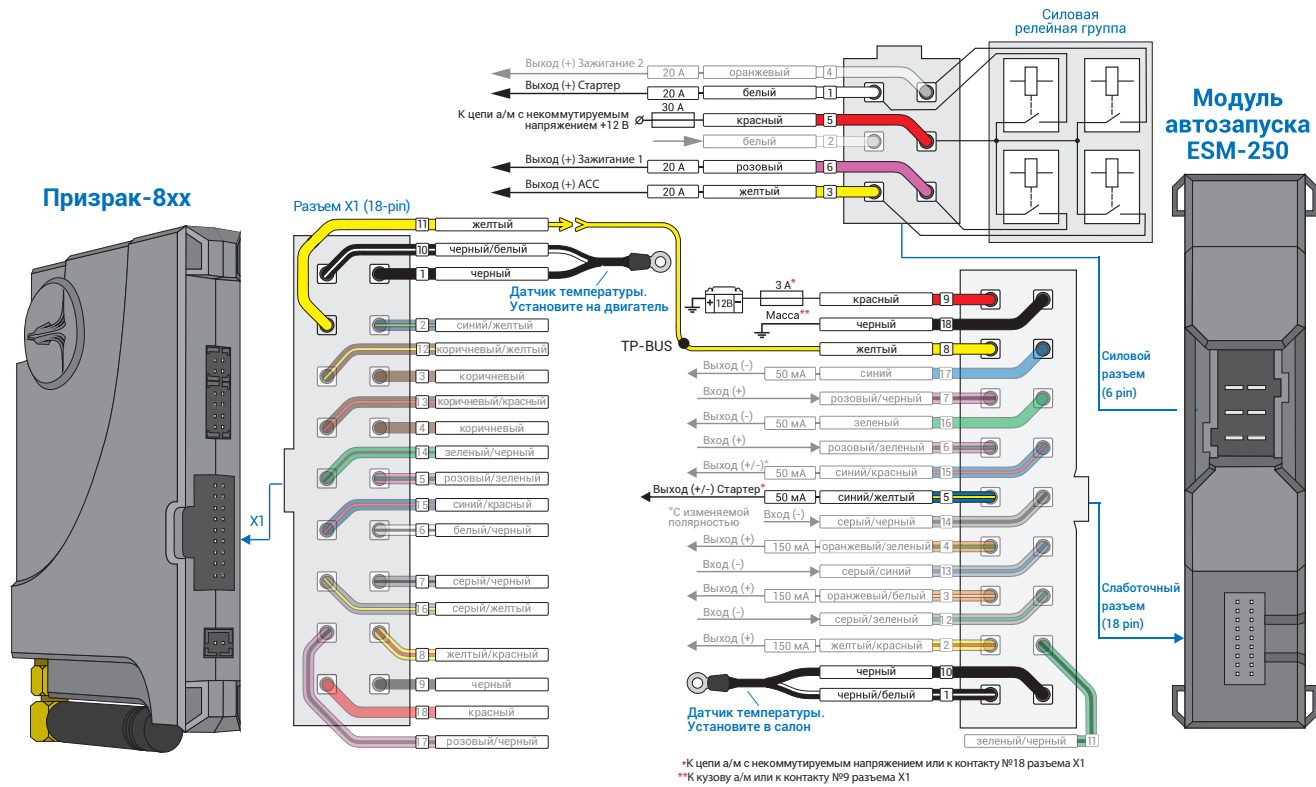
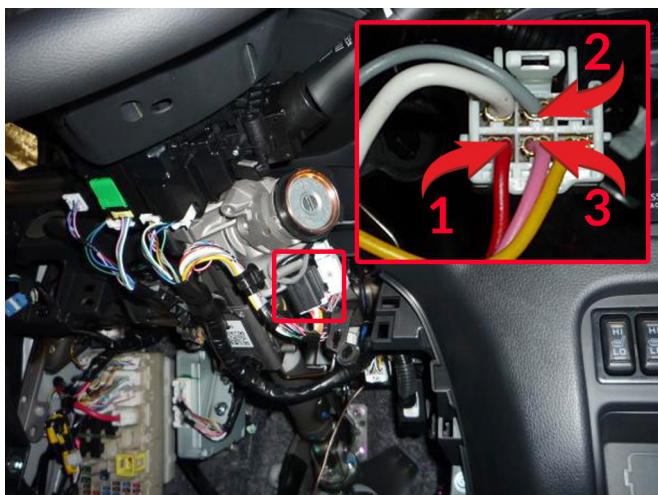
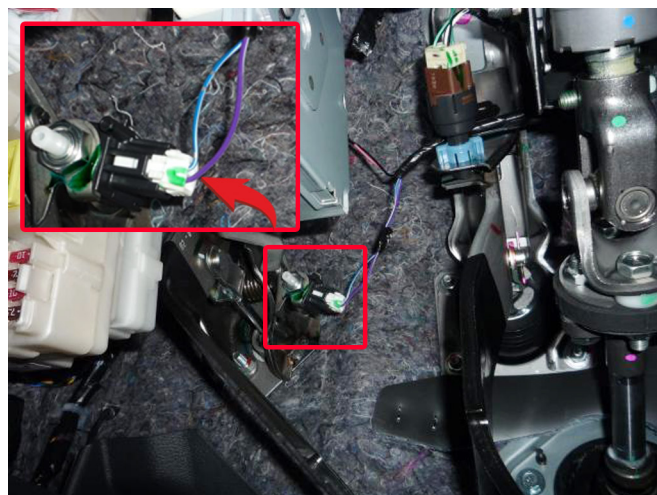

Рис.2 Подключение модуля автозапуска ESM-250
Рис.3 Подключение к цепям автозапуска
Рис.4 Имитация нажатия педали сцепления
2. Подключите модуль автозапуска ESM-250 – выводы модуля, которые требуется подключить выделены на рис. 2. Подключение к автомобилю производится у замка зажигания (см. рис. 3). На автомобилях с механической коробкой передач необходимо подключить имитацию нажатия педали сцепления (см. рис.4). Для этого используется выход №5 (синий/желтый) 18-контактного разъема блока ESM (см. рис.2).